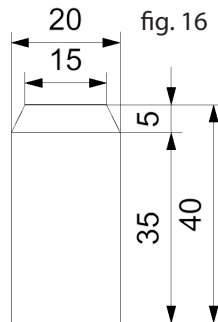

fig. 16
16. Smussare su un lato il tondello tagliato al punto 13 (lunghezza 40 mm) di circa 30° con una lima per il legno o carta vetrata. (vedi fig. 16)